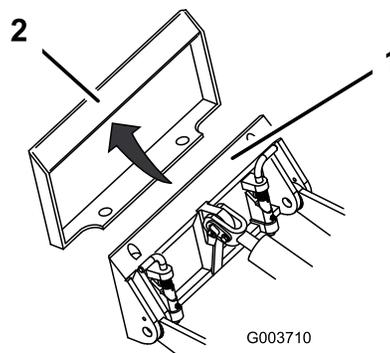

Рисунок 15
4. Вставьте монтажную пластину под верхнюю кромку установочной пластины навесного орудия (**Рисунок 15**).